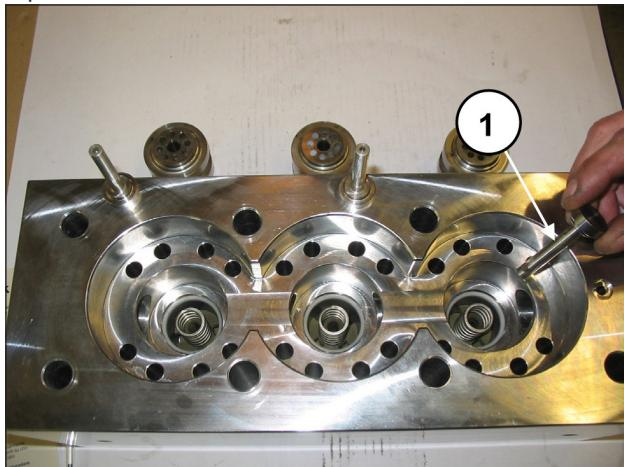
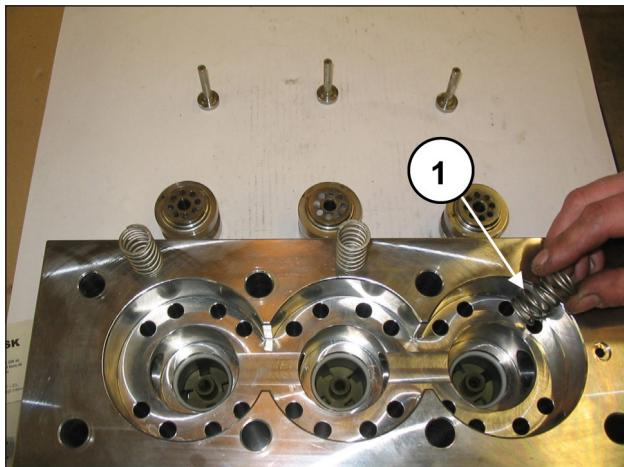
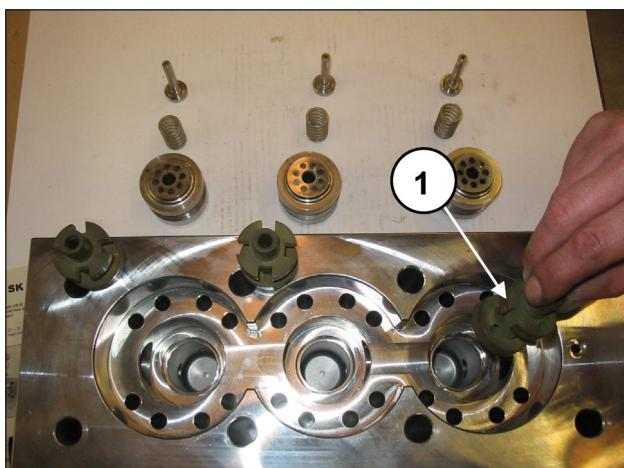

Fig. 104
Fig. 105
Fig. 106
Estrarre i piattielli di mandata (pos. ①, Fig. 104), e le rispettive guide (pos. ①, Fig. 106), con relative molle (pos. ①, Fig. 105), controllare il loro stato di usura ed eseguire, se necessario, eventuali sostituzioni, e comunque negli intervalli indicati nel capitolo 11 del **Manuale uso e manutenzione**.